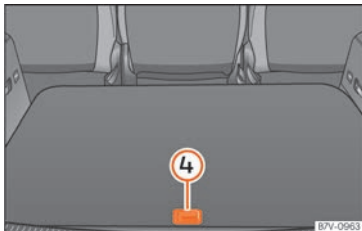

Abb. 168 Weitere Ablagefächer im Gepäckraumboden.
- **Öffnen:** Hinteren Teil des Gepäckraumbodens mit dem Griff nach oben ziehen »» **Abb. 168** ④.
- **Schließen:** Taschenhaken zurückklappen und hinteren Teil des Gepäckraumbodens ④ herunterdrücken